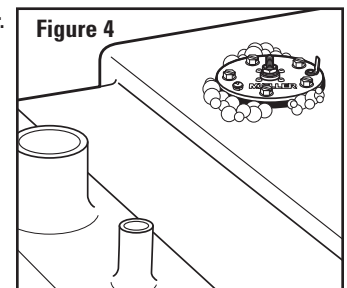

Figure 4
- Alignez les 5 orifices des boulons du joint d'étanchéité avec ceux de la bride de montage qui y correspondent, en plaçant le joint contre la face inférieure du plateau. **REMARQUE: LES ORIFICES DES BOULONS NE SONT PAS SYMMÉTRIQUES, IL N'EXISTE QU'UNE SEULE MANIÈRE D'ALIGNER CORRECTEMENT LE JOINT D'ÉTANCHÉITÉ** (voir Figure 4).